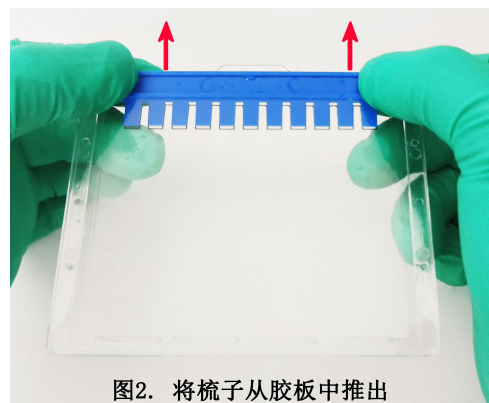

图2. 将梳子从胶板中推出
- 3、按箭头方向平稳、缓慢地推出梳子（如图2所示）；**注：推出梳子时，尽量避免孔道内有残留液体。**